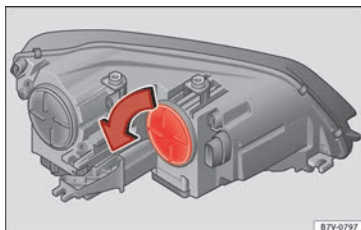

Fig. 108 I motorrummet: afdækning til blinklys
2.	Drej afdækningen » Fig. 108 i pilens retning, og træk den af.
7.	Drej afdækningen » Fig. 108 helt mod pilens retning.